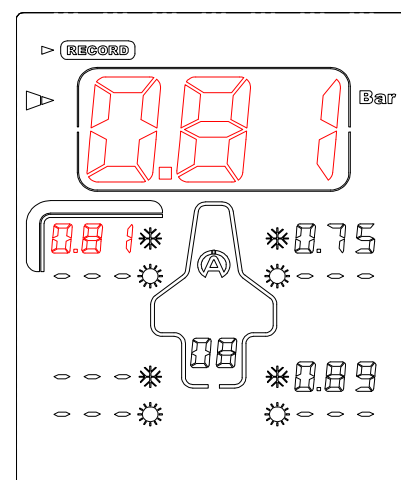

Ilustración 5
- 6) Pulse el botón central  para guardar la presión medida y prepare el Tyrecontrol en el siguiente punto de captura (*ilustración 5*).